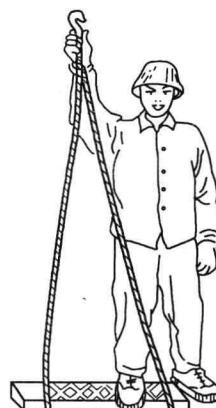

图 1-19 踏板
(1) 踏板。踏板又叫登高板，用于攀登电杆，由板、绳、钩组成，如图 1-19 所示。板由坚韧的木材制成，一般为 $630\text{mm} \times 75\text{mm} \times 25\text{mm}$ 。绳索是直径为 16mm 、长为 $2.6\sim 4\text{m}$ 的白棕绳或尼龙绳。使用时要检查是否完好无损，挂钩时必须正挂（钩口向上、向外），以免脱钩。